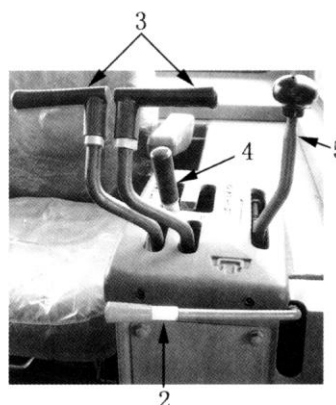

Рис. 2-5.
2.2.1. Прежде чем запустить двигатель, проверьте положение рычагов и педалей (рис. 2-5 ... 2-6).